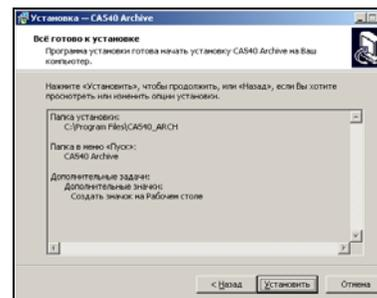
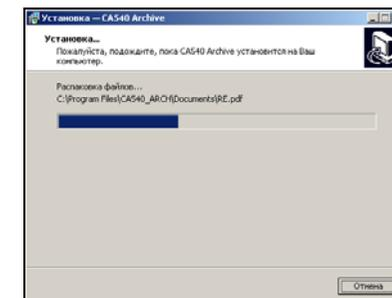

Рисунок 8.16
Рисунок 8.17
5) На экране появится окно (рисунок 8.16). Для продолжения нажмите **Установить**. На экране появится окно, демонстрирующее динамику процесса установки программы (рисунок 8.17).